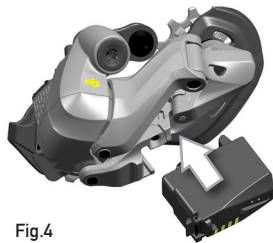

Fig.4
- Insira a bateria no desviador traseiro deslizando-a de baixo para cima (Fig. 4).